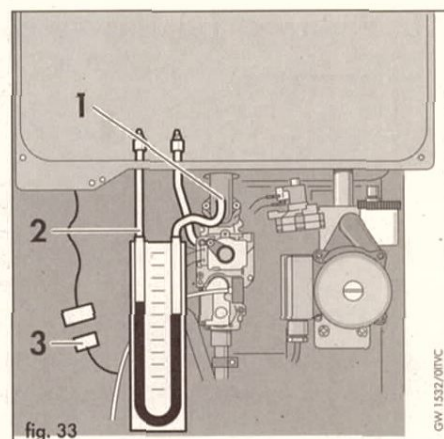

fig. 33
- Interrompere il collegamento elettrico alla sonda NTC (3, fig. 33).
- Allentare la vite del punto di presa pressione agli ugelli (1, fig. 32) ed inserire un tubo del manometro (1, fig. 33).
- Togliere il cappuccio di plastica dalla presa (2, fig. 32) e collegare l'altro tubo del manometro alla camera di combustione (2, fig. 33).
Per l'allacciamento del manometro, allentare la vite del punto di presa pressione agli ugelli (1, fig. 32) ed inserire un lato del manometro ad U (1, fig. 33). Togliere il cappuccio di plastica dalla presa (2, fig. 32) e collegare l'altro braccio del manometro alla camera di combustione (2, fig. 33).